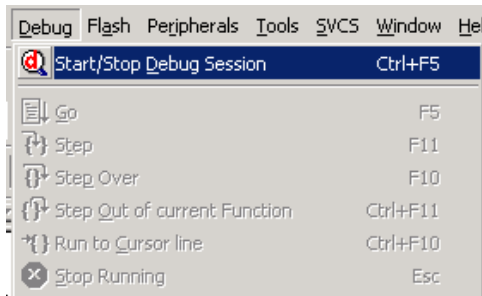

图 1-24 仿真
14) 编译完毕之后，选择【Debug】/【Start/Stop Debug Session】选项，即就进入仿真环境，如图 1-24 所示。